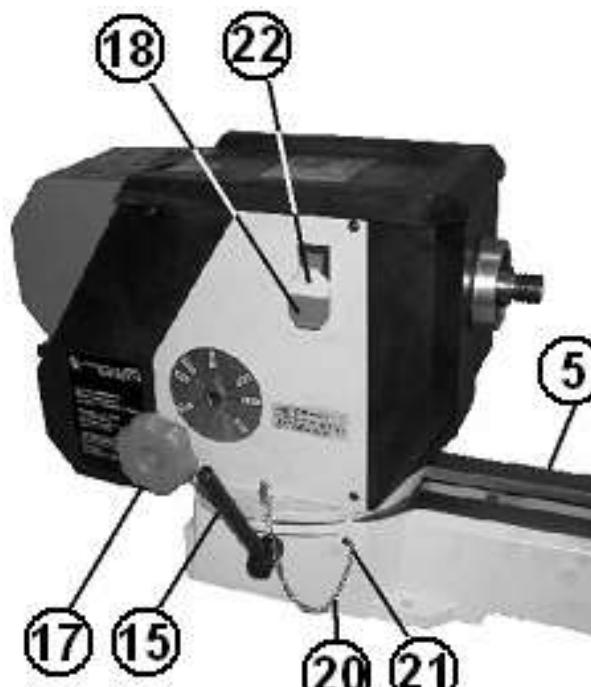

Рис. 5.
8.3. Установите машину прямо (Рис.5). Установите фиксирующую ручку (15) на эксцентриковый вал (19). Прикрепите цепь (20) совмещающего штифта (14) к станине (5) винтом (21). Установите переднюю бабку так, чтобы шпиндель был направлен в противоположный конец станины. Вставьте совмещающий штифт (14) через нижнюю часть передней бабки (1) в станину (5). Установите переднюю бабку в нужную позицию путем поворота ручки фиксации (15) по направлению вперед. Закрепите диск регулировки частоты вращения шпинделя передней бабки (17) с помощью шайбы и винта.
10. ПРИНЦИП РАБОТЫ**10.1. Сетевой переключатель включения/выключения (Рис.5)**